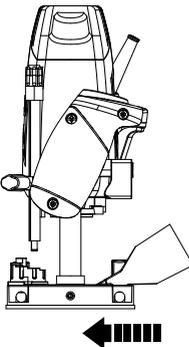

Fig. 27
- > Pour la réalisation de coupe/bordure parallèle, tirez l'appareil vers l'arrière quand le guide parallèle est installé à gauche (vu depuis la position de l'opérateur) (Figs. 27, 28).